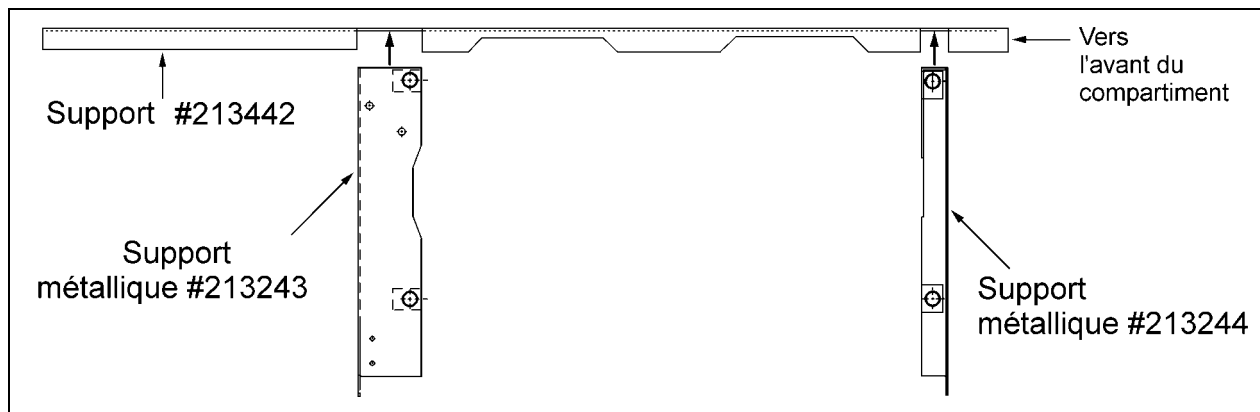

Figure 4 : Vue de dessus de l'assemblage des supports métalliques.
11. Positionner temporairement le support #213442 (figure 4) sous le véhicule. Ce support doit être appuyé contre la paroi avant du compartiment condenseur. Couper la longueur en trop du support, du
15. Positionner sous le véhicule le support métallique #213243. Ce support s'emboîte sur la pièce #233442 tel que présenté à la figure 4. Souder.
16. Positionner sous le véhicule le support métallique #213244. Ce support s'emboîte sur la pièce #233442 tel que présenté à la figure 4. Souder.